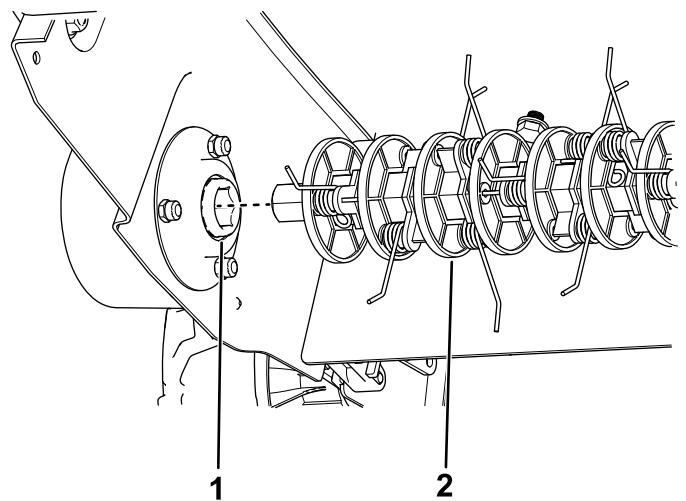

Figura 20
- Deslize a outra extremidade do conjunto do eixo para fora da transmissão e substitua pelo conjunto do eixo pretendido (Figura 20).